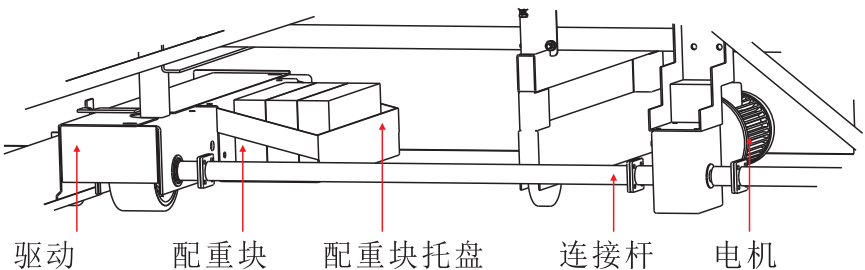

图3-4 配重块托盘
- A. 如果看台有行走过程中卡住、走偏，检查排锁、配重块(配重块托盘, 见图3-4)。